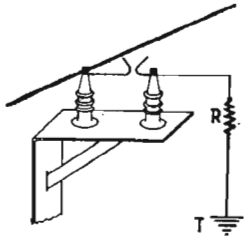

FIG. 4
Il existe un très grand nombre de types de parafoudres industriels. Nous n'allons pas les étudier tous ; nous donnerons simplement quelques indications sur le modèle le plus répandu : le parafoudre à cornes (fig. 4). Il est constitué par deux tiges métalliques en forme de cornes ; l'une est reliée à la ligne à protéger, l'autre est reliée à la terre par l'intermédiaire d'une résistance. L'arc s'amorce pour une tension déterminée aux points les plus proches des cornes, et se déplace vers le sommet sous les actions électrodynamiques et thermiques ; l'arc parvient alors à s'éteindre du fait de son allongement, la tension étant insuffisante à le maintenir. Pendant la durée de l'arc, il se produit un écoulement de l'électricité vers le sol, l'intensité dépendant, entre autres facteurs, de la valeur de la résistance en série. Ces résistances sont du type à liquide, à sable humide, ou en carborandum. Pour le calcul, on peut admettre un courant de 10 à 15 ampères ; mais, avec plus de précision, on tiendra compte de la puissance que peut supporter le parafoudre et de la résistance fictive opposée par le réseau (4). En augmentant la résistance du parafoudre, on diminue la puissance possible de ce dernier, et par conséquent, on diminue aussi son efficacité.
Les parafoudres du modèle de la figure 4 sont très souvent complétés par des bobines dites inductances de protection, placées en série sur la ligne à protéger. La section du fil doit pouvoir supporter l'intensité normale de la ligne. Ces bobines sont destinées à amortir et à étaler les ondes de surtension.